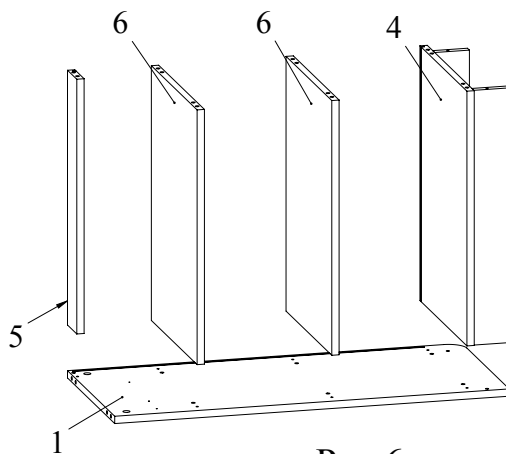

Рис.6
- Установить дно 4, планку 5, полки 6 на боковину 1 и зафиксировать, повернув конфирматным ключом головки минификсов по часовой стрелке до упора (Рис. 6).